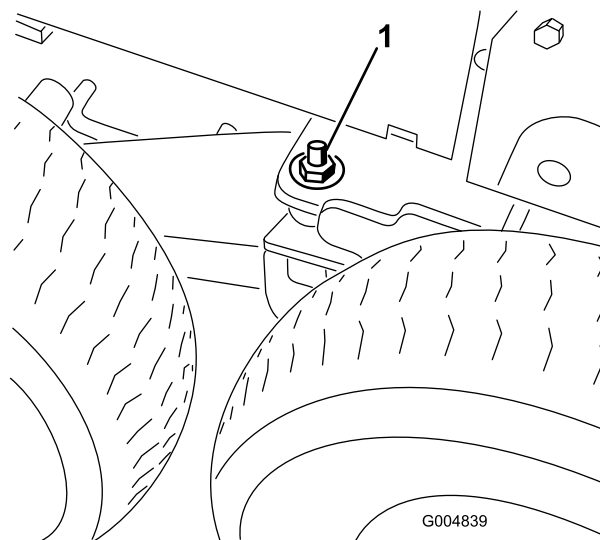

Figure 122
34. Enlevez la rondelle plate (1/2 po) et l'écrou (1/2 po) placés sur le goujon du pivot de bogie (Figure 122).